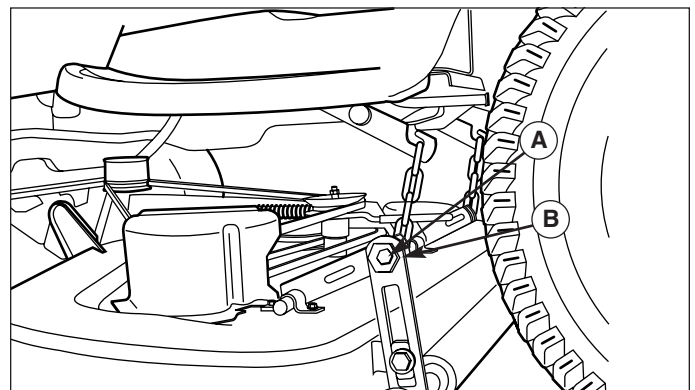

Figure 51. Mise à niveau latérale de la tondeuse
5. Voir la figure 51. Desserrer l'écrou extérieur (A). Tourner l'écrou excentrique (B) pour relever ou abaisser le côté gauche de la tondeuse. Une fois la tondeuse de niveau, maintenir l'écrou excentrique tout en serrant l'écrou extérieur.